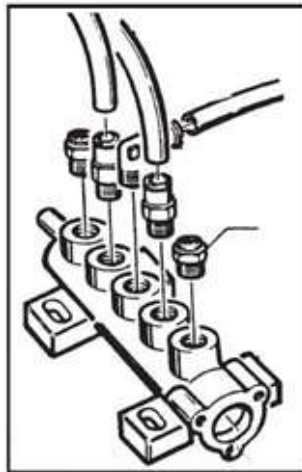

Fig. 5-5
- Pour nettoyer ou remplacer le silencieux des mâchoires d'ouverture/fermeture (G), procéder comme suit (fig. 5-5) :